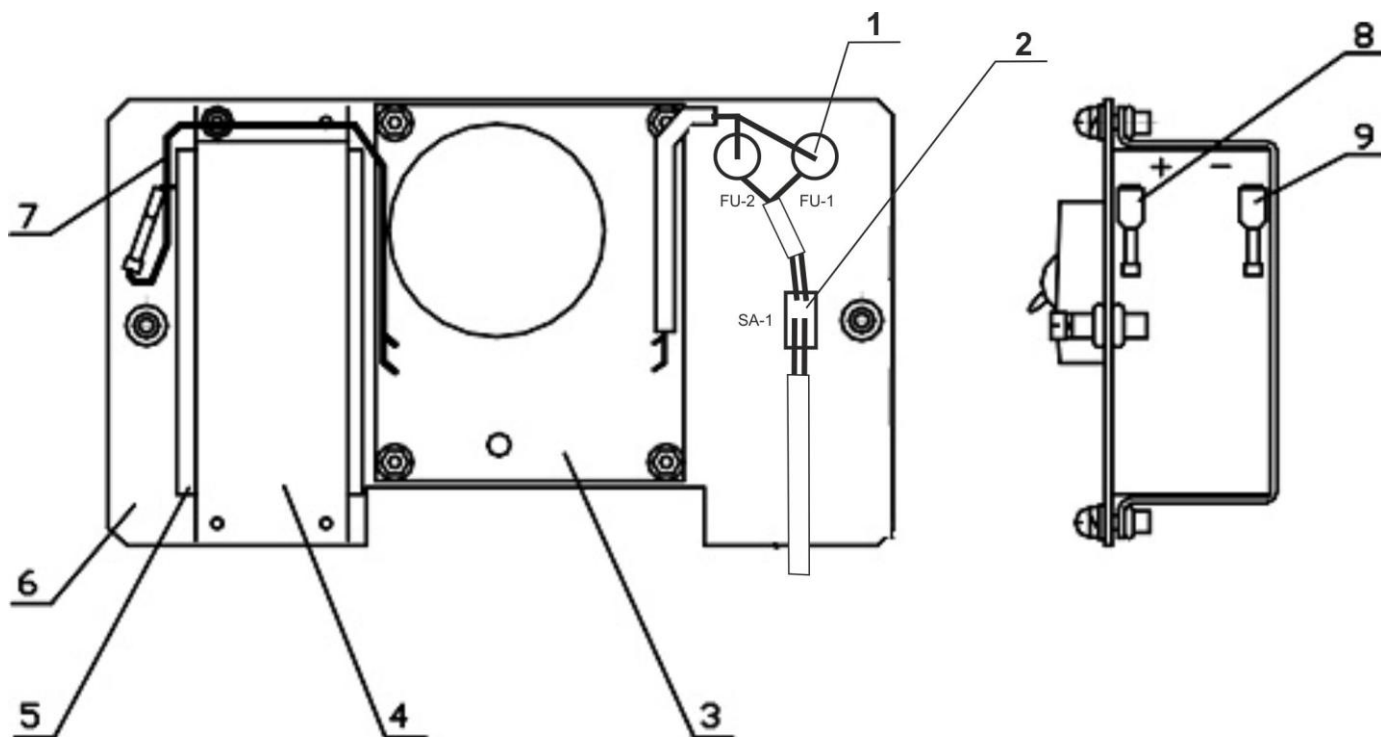

Рис.5.4
5.4 Выкрутить невыпадающие винты крепления шасси. Извлечь шасси из корпуса БПП. Вид шасси с тыльной стороны показан на рис. 5.4.
На рис. 5.4 обозначено: «1» - держатели вставки; «2» - тумблер вкл. «Сеть»; «3» - электронный модуль; «4» - АКБ (аккумуляторная батарея); «5» - скоба крепления БПП; «6» - шасси; «7» - кабель для подключения АКБ; «8» - клемма «+» АКБ; «9» - клемма «-» АКБ.